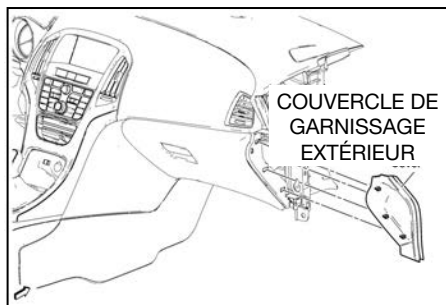

Fig. 13
2. Retirez le couvercle de garnissage extérieur du tableau de bord côté passager (voir Fig. 13).